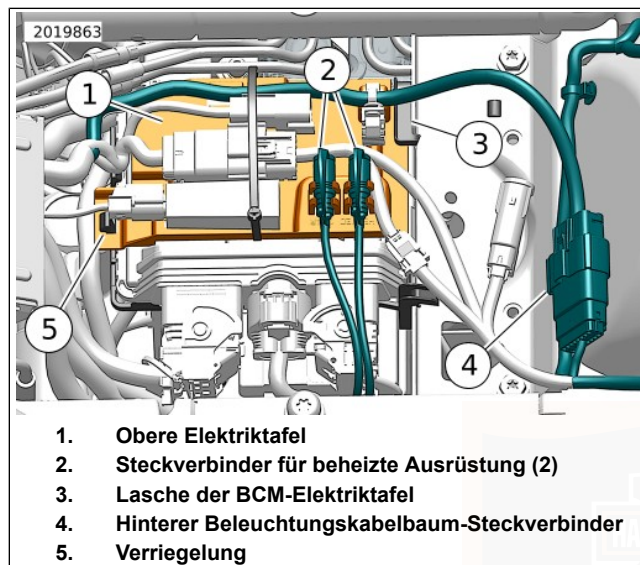
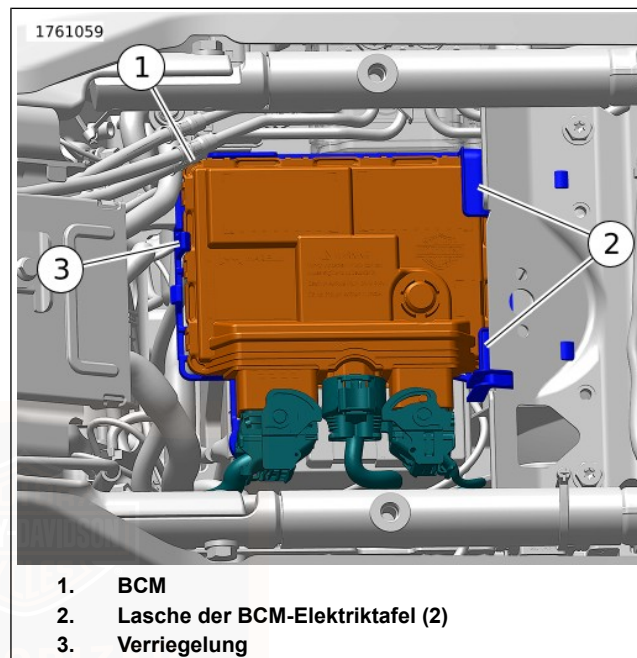
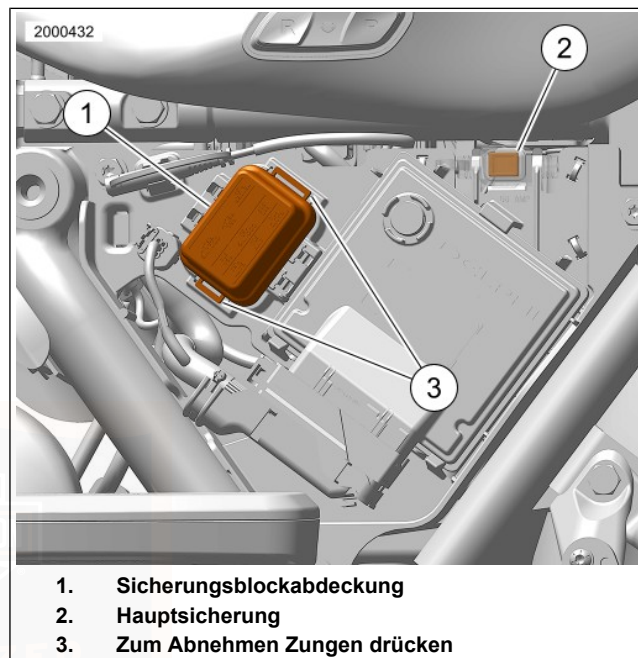

Abbildung 131. Ausbau/Einbau der oberen Elektriktafel
Abbildung 132. Ausbau/Einbau des BCM
Abbildung 135. Sicherungsblock (unter der linken Seitenabdeckung)
- d. Die Hauptsicherung (2) ausbauen. Siehe Abbildung 135.
3. Siehe Abbildung 131. Den Steckverbinder (4) des hinteren Beleuchtungskabelbaums abklemmen.
4. Die Steckverbinder (2) der beheizten Ausrüstung von der oberen Elektriztafel (1) entfernen.
5. Die Verriegelung (5) leicht nach hinten drücken und die Vorderseite der oberen Elektriztafel anheben. Die obere Elektriztafel nach vorne schieben, um sie von der Lasche (3) der BCM-Elektriztafel zu lösen.
7. Siehe Abbildung 132. Die Verriegelung (3) leicht nach vorne drücken und die Vorderseite des BCM (1) anheben. Das BCM nach vorne schieben, um es von den Laschen (2) der BCM-Elektriztafel zu lösen.
9. Siehe Abbildung 132. Das BCM (1) in die Position oben auf der BCM-Elektriktafel absenken. Das BCM nach hinten unter die hinteren Laschen (2) der BCM-Elektriktafel schieben.
10. Die Vorderseite des BCM nach unten drücken, bis die Verriegelung (3) einrastet.
11. Siehe Abbildung 131. Die obere Elektriktafel (1) in die Position oben auf dem BCM absenken. Die obere Elektriktafel nach hinten unter die Lasche (3) der BCM-Elektriktafel schieben.
12. Die Vorderseite der oberen Elektriktafel nach unten drücken, bis die Verriegelung (5) einrastet.
13. Die Steckverbinder (2) für die beheizte Ausrüstungen in den Haltern an der oberen Elektriktafel anbringen.
14. Den Steckverbinder (4) des hinteren Beleuchtungskabelbaums anschließen.
15. Siehe Abbildung 135. Die Hauptsicherung (2) einbauen.
Siehe Abbildung 135. Eine 60 A -Hauptsicherung (2) befindet sich in der Nähe des Sicherungsblocks. Wenn die Hauptsicherung entfernt wird, unterbricht das die Stromversorgung zu allen Systemen, außer Anlasser und Anlassermotor/-magnetschalter.
Siehe Abbildung 135. Sicherungen befinden sich unter der linken Seitenabdeckung.